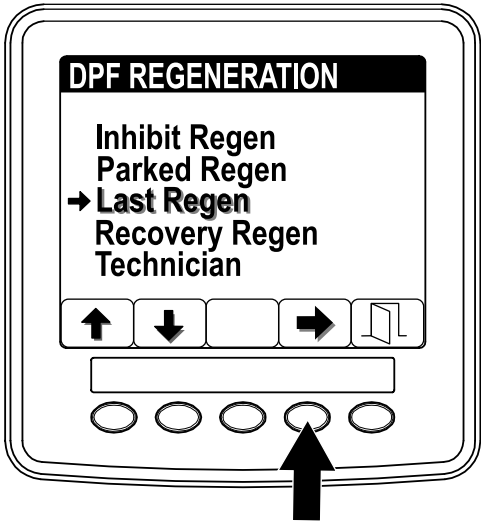

Figura 36
2. Pressione o botão 4 para selecionar a entrada (Figura 36).
1. Aceda ao menu de regeneração do DPF e pressione o botão 1 ou 2 para se deslocar para a opção ÚLTIMA REGENERAÇÃO (Figura 36).